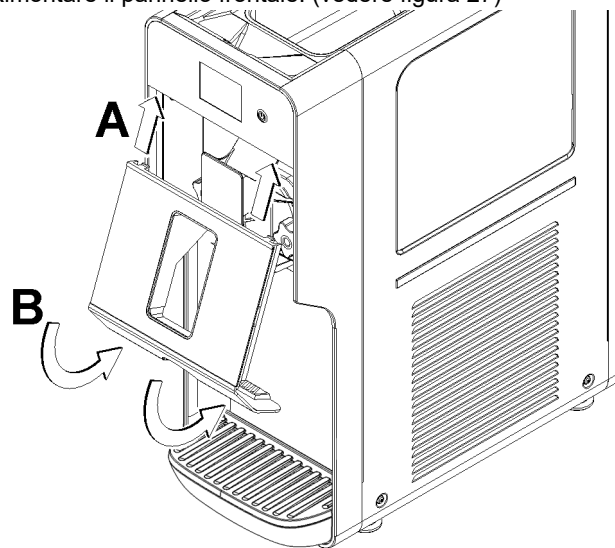

figura 27
**5** Rimontare il pannello frontale. (vedere figura 27)